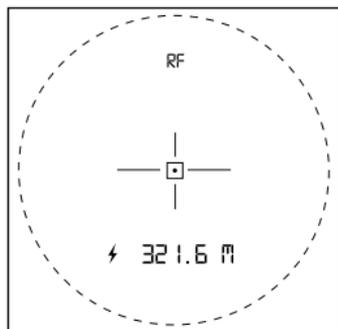

Fig. 4: RF-Modus (Entfernungsmessung).
1. Gerät einschalten und in den "RF"-Modus (Fig. 4) wechseln.